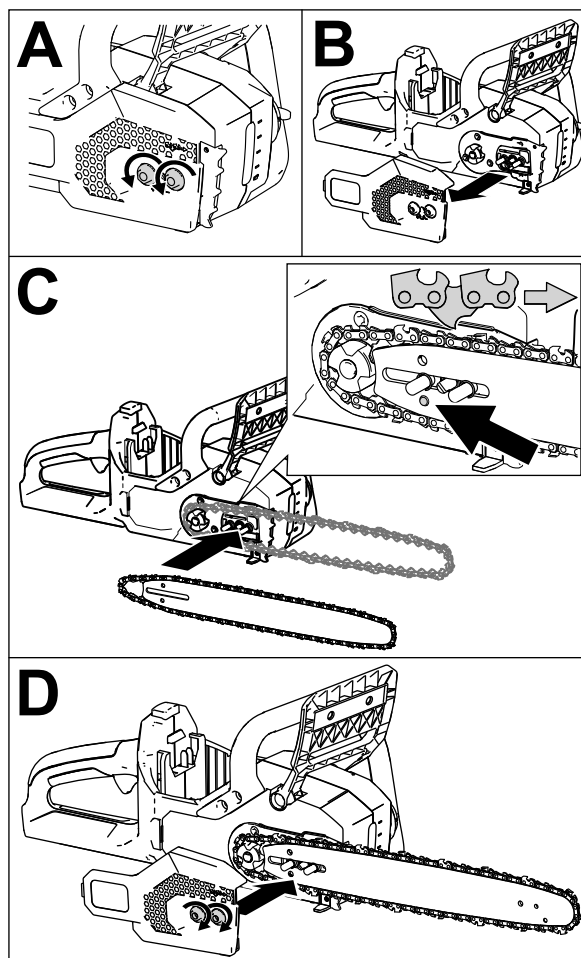

Figure 31
4. Placez la boucle ouverte de la chaîne (qui n'est pas sur le guide) autour du pignon d'entraînement de la tronçonneuse, puis installez le guide et la chaîne fixée dessus, comme montré à la Figure 31.